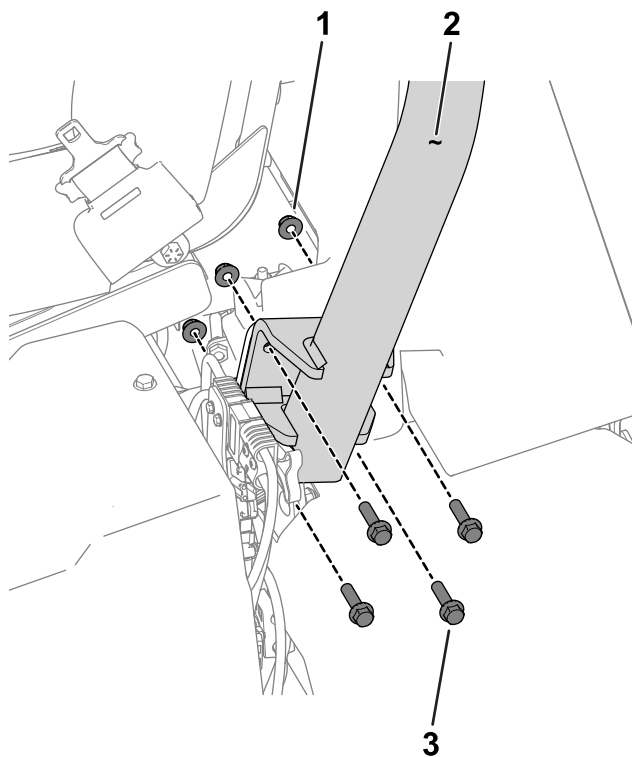

図 3
- 機体の両側で、ROPS ブラケットに ROPS バーを取り付ける六角ヘッドボルト $\frac{3}{8}$ x 1 $\frac{1}{2}$ " 8本、ナット $\frac{3}{8}$ " 8 個を使用する 図 3。